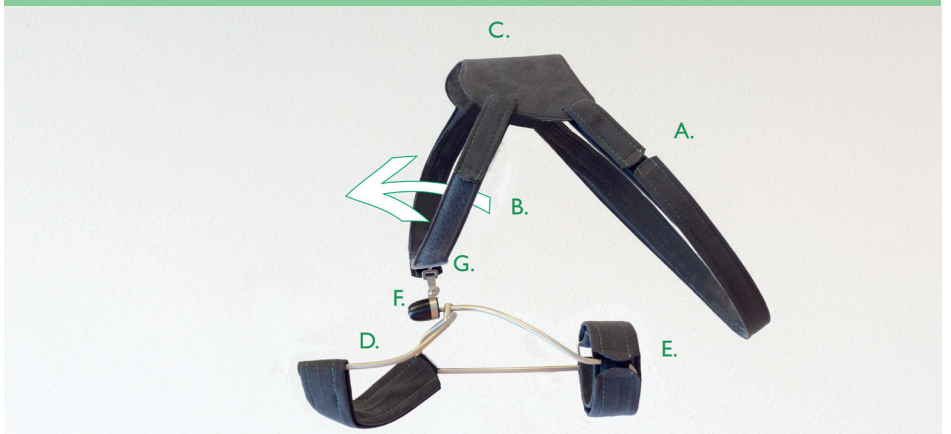
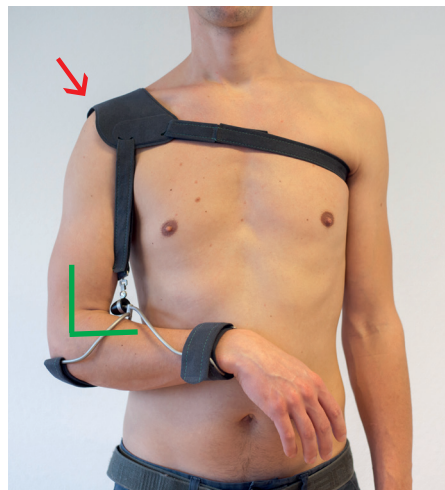

Abbildung 4: Wearing instructions of the WILMER2 Carrying Orthosis
Abbildung 9: Die Schulterkappe liegt zu weit auf dem Humeruskopf. Der Arm hängt jedoch korrekt horizontal.
Das **Standardmodell** unterstützt nur den gelähmten Arm und lässt die Hand und die Finger frei (Abb. 4).
7. Das Trageband (B, siehe Abb. 4) muss so eingestellt werden, dass der Unterarm horizontal hängt (Abb. 9).